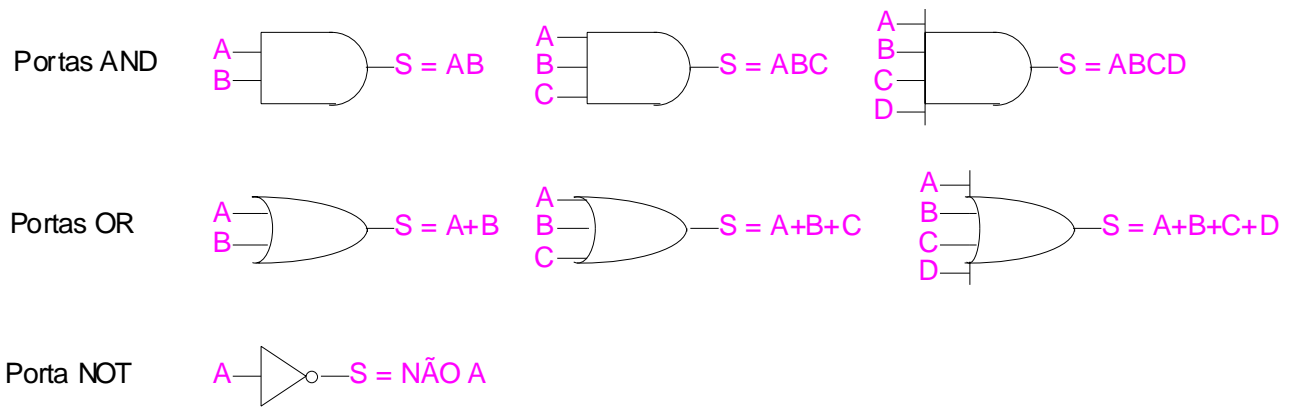
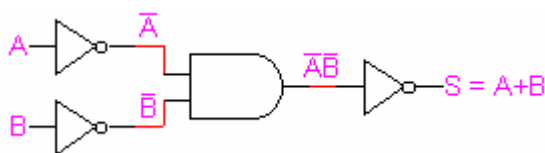

Figura 3 – Símbolos lógicos das portas AND, OR e NOT
Figura 5 – Implementação da operação OR com portas AND e NOT
As portas que realizam estas operações são respectivamente as portas AND, OR e NOT (E, OU e INVERSORA; sendo a última também chamada de NÃO ou NEGAÇÃO). Os símbolos usados em esquemas estão desenhados na **Figura 3**. Observe que as portas AND e OR podem ter mais do que dois terminais de entrada, sendo que o significado dessa extensão é óbvio. A porta NOT só tem um terminal de entrada.
As portas são interconectadas para executar as mais diversas operações lógicas. A **Figura 5** mostra como a operação OR pode ser implementada apenas com portas AND e NOT. Similarmente, a operação AND também pode ser implementada apenas com portas OR e NOT. Por outro lado, não é possível implementar uma porta NOT com portas AND e OR.
A interpretação puramente lógica dos circuitos digitais é conveniente por sua simplicidade. Entretanto, não devemos nos esquecer completamente da natureza física das portas representadas pelos símbolos lógicos. Uma consideração muito importante é o atraso de propagação das portas, isto é, o tempo necessário para que sua saída mude, depois que uma entrada mudou. Quando diversas portas são ligadas em cascata, o atraso total de propagação é igual à soma dos atrasos em cada porta. Na família TTL, as portas têm um atraso típico da ordem de 10 ns (nano-segundo = 10^{-9} segundo). Desse modo, a porta OR da **Figura 3** e o circuito da **Figura 5** são idênticos do ponto de vista lógico, mas têm atrasos de propagação diferentes: cerca de 10 ns e 30 ns, respectivamente.
- 2.3. Implemente uma porta OR usando apenas portas AND e NOT (circuito da **Figura 5**). Preencha a tabela da verdade como no item anterior.